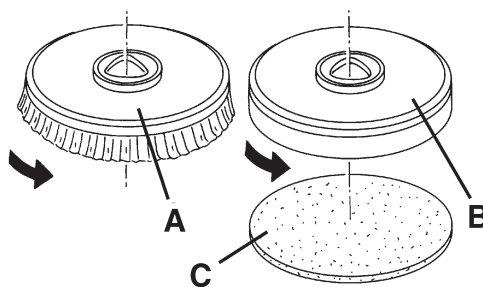

Figure 2
1. Dans la machine équipée de la tête spéciale, et les brosses (A, Fig. 2) et les plateaux support disque (B) avec disques (C) peuvent être installés, en fonction du traitement à effectuer sur le sol.
2. Introduire la clé de contact de la machine (80) et la tourner en position "I".
3. Porter au minimum le régulateur de vitesse (84), si équipé, en le tournant dans le sens contraire aux aiguilles d'une montre.
4. Positionner les brosses (A) ou les plateaux support disque (B) sous la tête correspondante (18a) ou (18b).
5. Baisser la tête sur les brosses / plateaux support disque en appuyant sur la pédale (11).
6. Positionner la clé de contact (80) sur "I".
7. Appuyer sur le bouton-poussoir de rotation brosses / plateaux support disque (71).
8. Appuyer sur au moins un des boutons-poussoirs (83) pour permettre l'accrochage des brosses / plateaux support disque, puis le relâcher. Si besoin est, répéter la procédure jusqu'à l'accrochage des brosses / plateaux support disque.